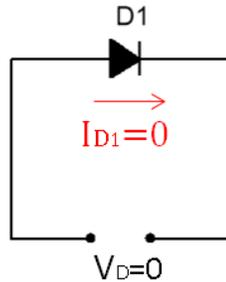

Figura 2.2. Diodo sin polarizar.
1. Diodo no polarizado ($V_D=0$) (figura 2.2). En ausencia de un voltaje de polarización aplicado, el flujo neto de carga en cualquier dirección para un diodo semiconductor es cero.